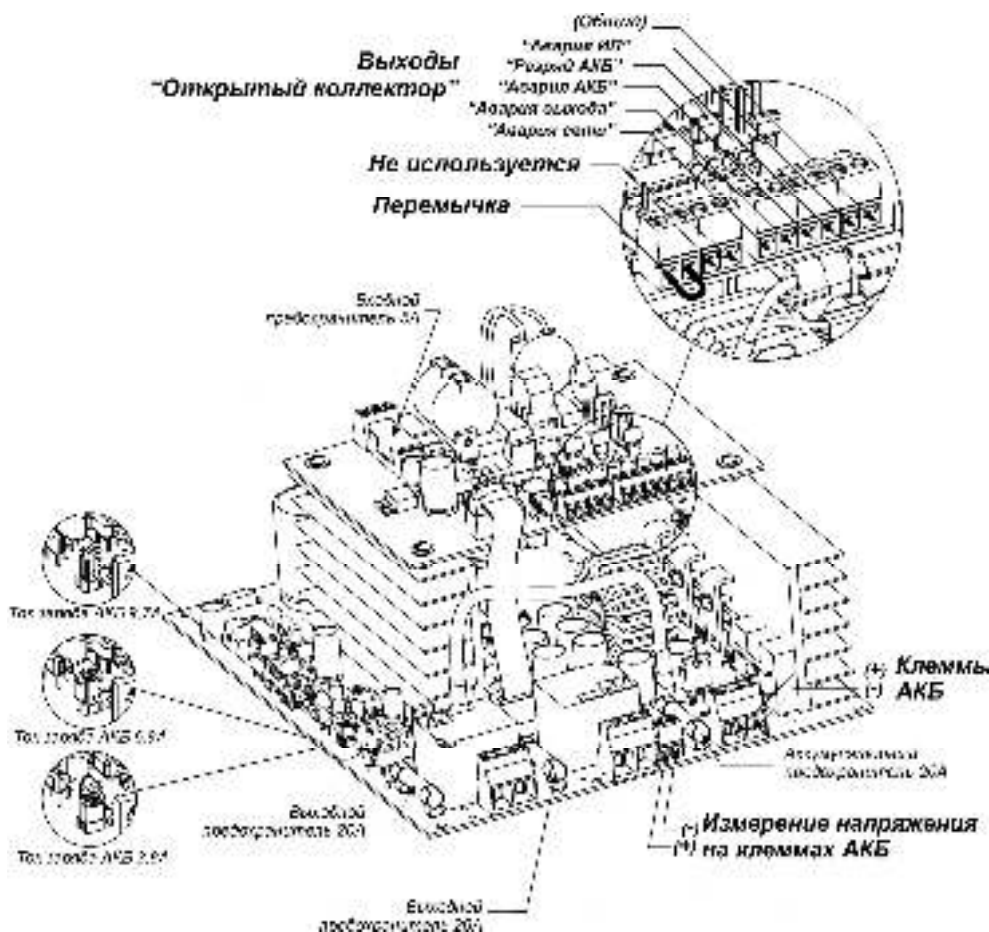

Рисунок 4
Элементы защиты, управления и коммутации блоков показаны на рис. 4.
- выставить перемычками ток заряда АКБ см. табл. 3 и рис. 4;
При включении сетевого питания не светится индикатор "Сеть" изделия	Проверить входной предохранитель на плате зарядного устройства см. рис.4, при необходимости – заменить.